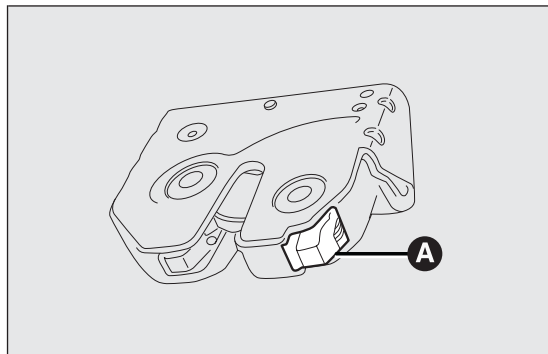

Abb. 55
- ☐ zum Öffnen der mechanischen Verriegelung der Heckklappe, den Hebel A Abb. 55 vom Kofferraum aus betätigen.